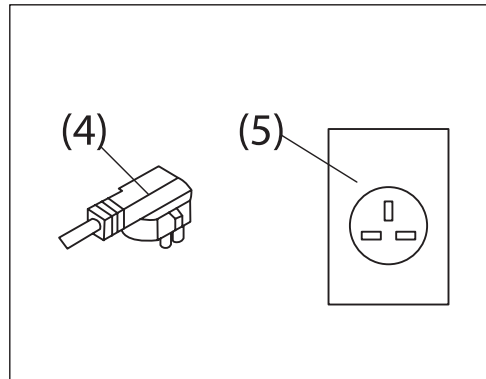

Figura 16.
c) Conecte el cable de alimentación (4) a la toma de corriente (5). Asegúrese de que la conexión sea correcta (Figura 16).